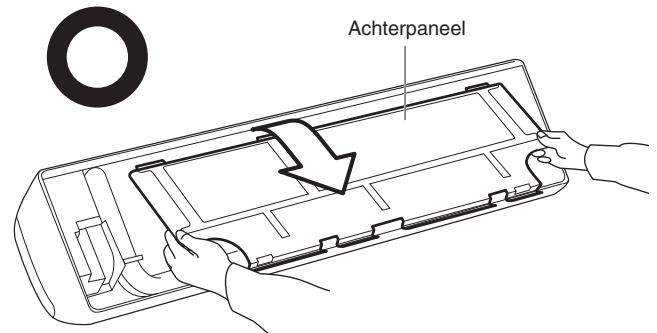

Afb. 3-2
- (2) Druk op de 2 Δ merktekens op de afdekking van het frame en maak de klemlippen los van het frame. (Afb. 3-2)